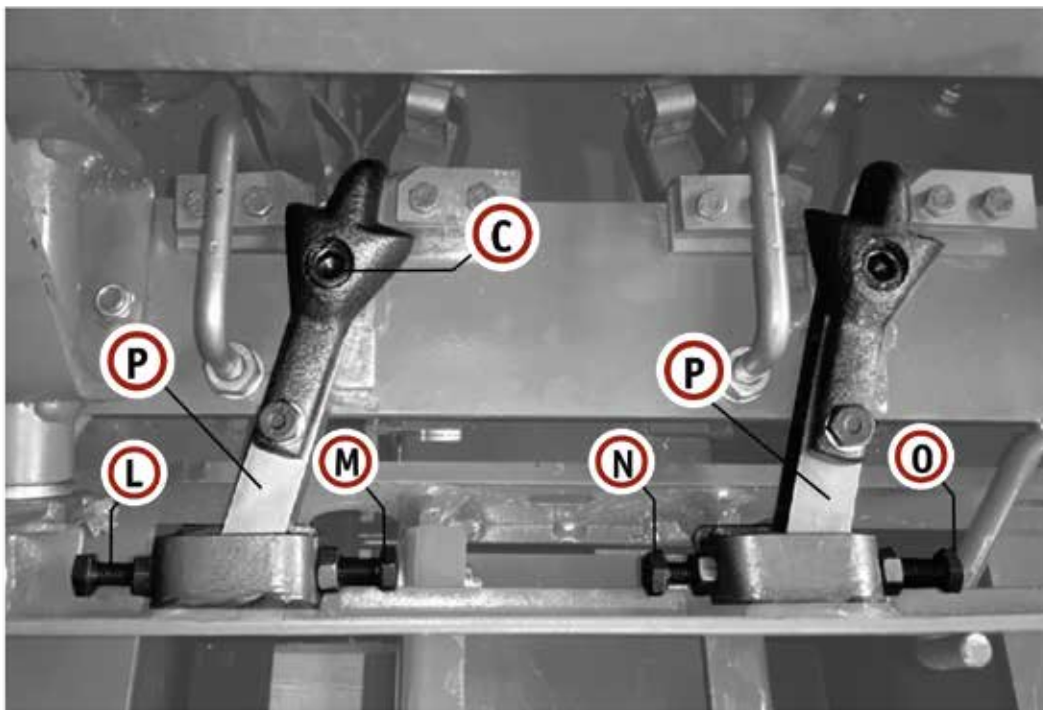

Fig.32
Cuando las pinzas para el tope del alambre no pueden sostener el alambre durante la cosecha, es extremadamente importante restablecer la presión adecuada. Atornille media vuelta cada vez, como se sugiere: Pernos (M) y (O) para corregir la envoltura a la derecha (Fig. 32); Pernos (L) y (N) para corregir la envoltura a la izquierda. Verifique la corrección después de completar 2/3 de las pacas.